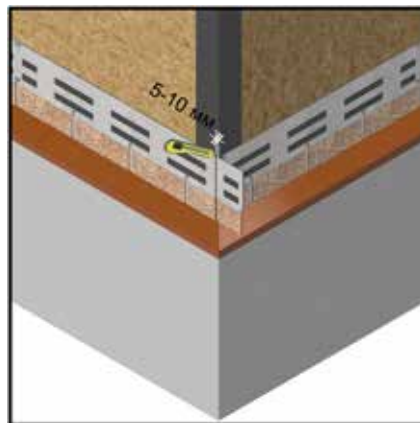

Рис. 14 Подрезка фасадной плитки при подходе к углам.
8.4.3 В случае отделки откосов фасадной плиткой, при подходе к внешним углам оконных проёмов торцы крайней в ряду плитки необходимо обрезать с отступом от края 5-10 мм (как на внешних углах, рис. 14).
8.4.7 Если глубина откоса превышает 100 мм, то оконный проём следует обрамлять при помощи внешнего угла (тип 2, таблица 2) или наличника (тип 4, таблица 2). При этом откос обшивается лепестками фасадной плитки. В данном случае при подходе к внешним углам откосов торцы крайней в ряду фасадной плитки необходимо обрезать с отступом от края 5-10 мм (как на внешних углах, рис. 14).